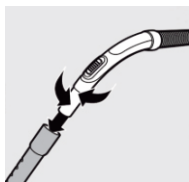

Рис. 3
1. Чтобы присоединить трубку к рукоятке шланга, вставьте узкую секцию в более широкую и немного поверните ее (рис. 3).